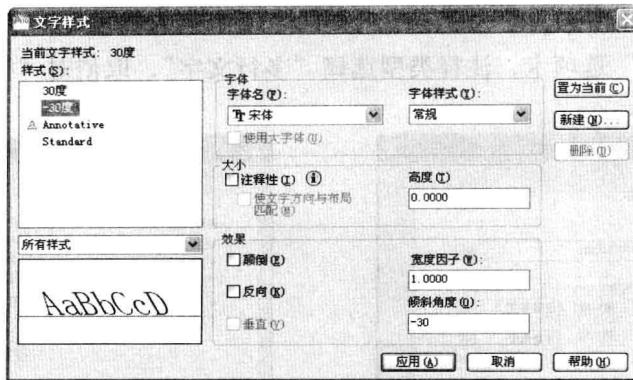

图 7-4-22
(18) 选择菜单命令“格式 / 文字样式”, 打开文字样式对话框, 单击“新建”按钮, 弹出新建文字样式对话框, 输入新的样式名称“30 度”, 单击“确定”按钮, 返回文字样式对话框, 新样式名称会显示在左侧的样式列表中。
(20) 单击“新建”按钮, 弹出新建文字样式对话框, 输入新的样式名称“-30 度”, 单击“确定”按钮, 返回文字样式对话框, 新样式名称会显示在左侧的样式列表中。
(21) “倾斜角度”设置为“-30”, 如图 7-4-22 所示, 单击“应用”按钮并关闭对话框。